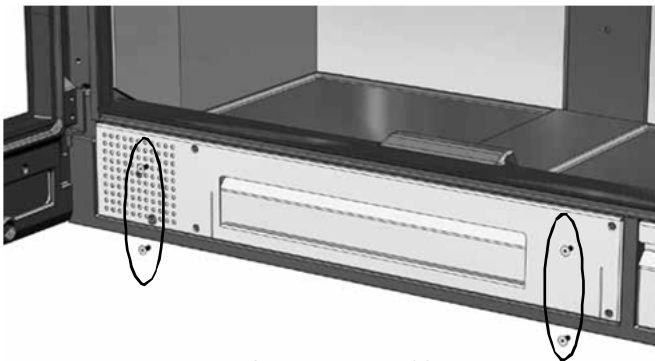

FIG. 1 - Nature 100
1. Retirar los cuatro tornillos que sujetan la parte frontal de la bandeja soporte del ventilador (Fig.1). Para los modelos Nature 70 / 80 son dos tornillos en lugar de cuatro.